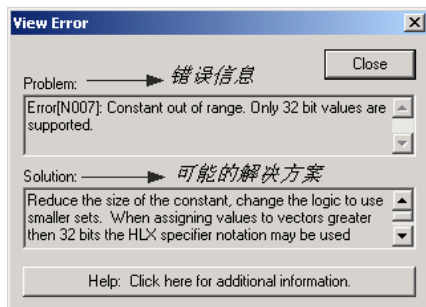

图2-22 编译错误信息窗
- 按钮  的功能是编译状态转移图并生成 HDL 代码。该功能还可以通过单击菜单栏中的【Options】/【Compile】选项，或者单击视图工具栏中的  按钮来实现。StateCAD 在编译状态转移图并转换成 HDL 源代码前先对设计进行检错，检查语法和设计方面的问题。如果没有任何错误，编译成功，StateCAD 调用 HDL 浏览窗显示转换后的 HDL 源代码。如果发现错误，编译过程将停止，并弹出对话框显示错误信息，指出错误类型和可能的解决方式，如图 2-22 所示。并在状态转移图中出现错误的地方高亮显示。如果出现警告，并不影响编译的完成，仅仅在警告信息窗显示警告内容，引起设计者的注意。